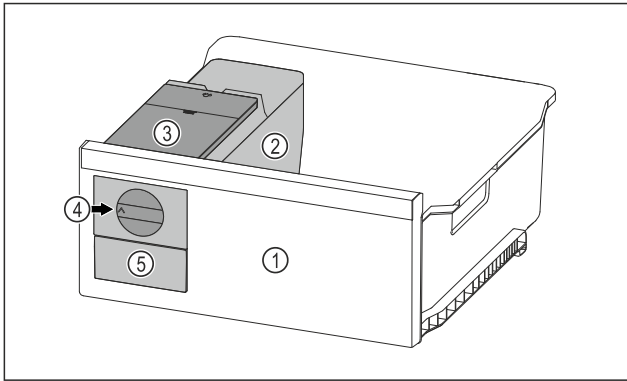

Fig. 68 Примерно изображение
- ▶ Завъртете въртящото се копче Fig. 68 (4) по часовниковата стрелка до упор.
- ▷ Ледените кубчета падат от формата за ледени кубчета в чекмеджето за ледени кубчета Fig. 68 (5). Ако не всички ледени кубчета се освобождават от формата за ледени кубчета: